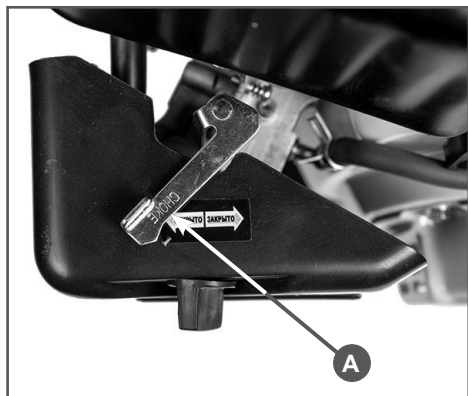

Рис. 13 Рычаг управления воздушной заслонкой
2. Закройте воздушную заслонку карбюратора. Для этого переведите рычаг А управления воздушной заслонкой в крайнее правое положение (Рис. 13).